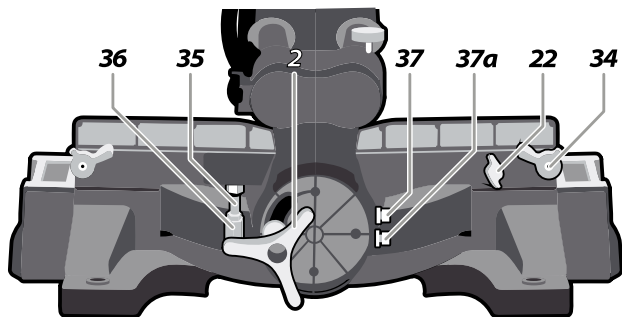

Рис. 7
3. Регулировка настроек пилы (Рис. 7):